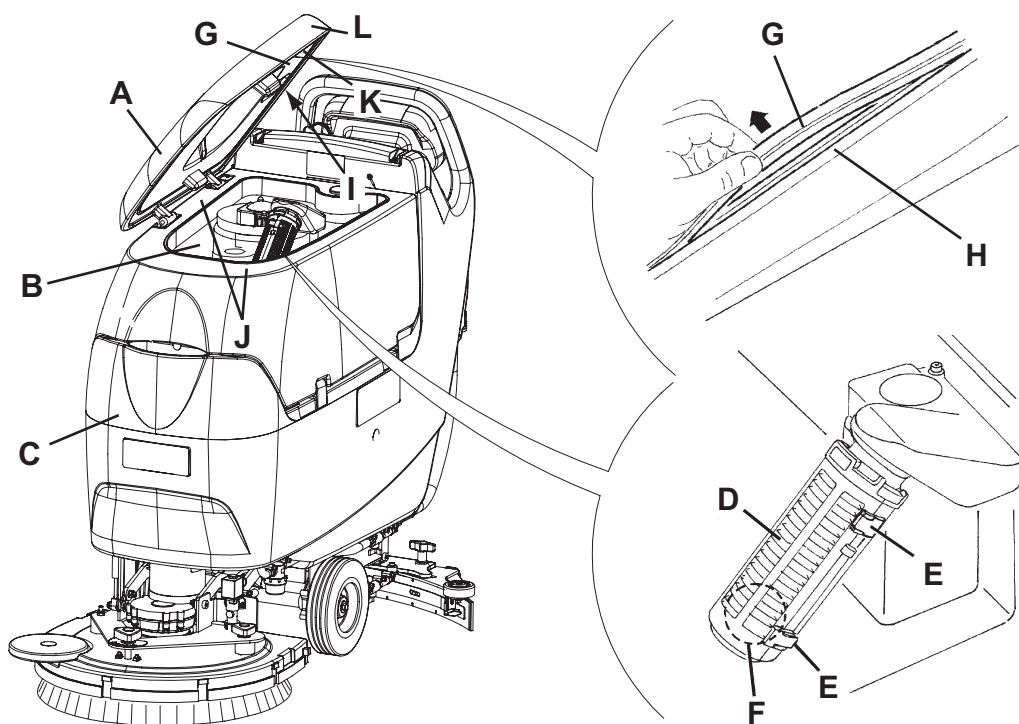

Figure 6
3. Ouvrir le couvercle (A, Fig. 6) et le porter dans la position de lavage (L).
4. Nettoyer et laver à l'eau propre le couvercle (A), les réservoirs (B et C) et la grille d'aspiration avec fermeture automatique à flotteur (D).